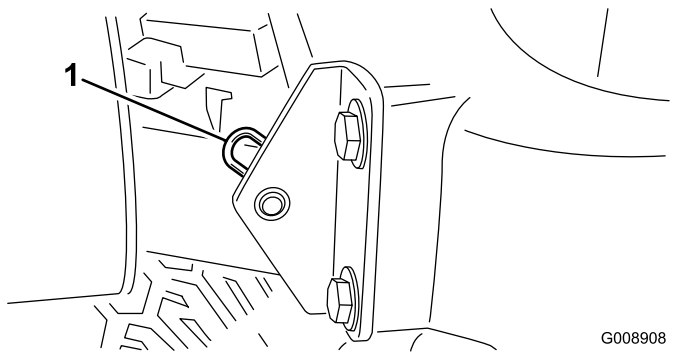

Figure 48
2. Retirez la goupille fendue qui fixe le pivot de capot aux supports (Figure 48).